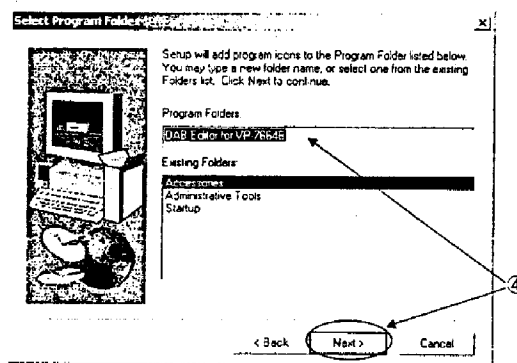

図 6-4 Select Program Folder
- ④ <Select Program Folder>ダイアログが表示されます。(「図 6-4 Select Program Folder」参照)